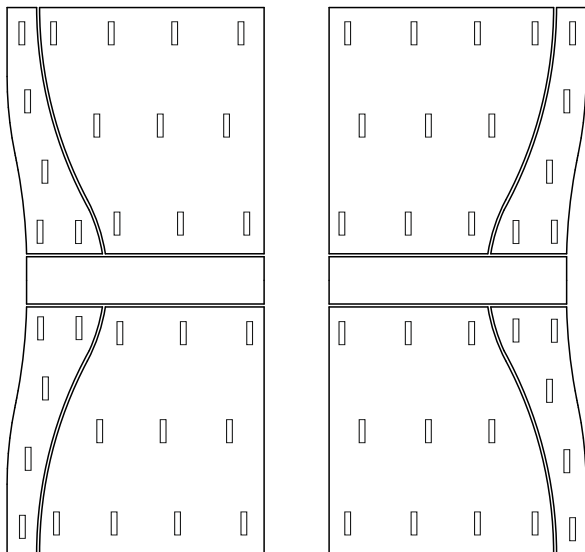

Рис.11
13. Далее следует удалить защитные материалы со стекол и зеркал, перевернуть их тыльной стороной вверх и уложить на ровную тканевую поверхность. Протереть пыль (желательно обезжирить поверхность спиртосодержащей жидкостью) и наклеить 2-х сторонний скотч из комплекта фурнитуры согласно рис.11.